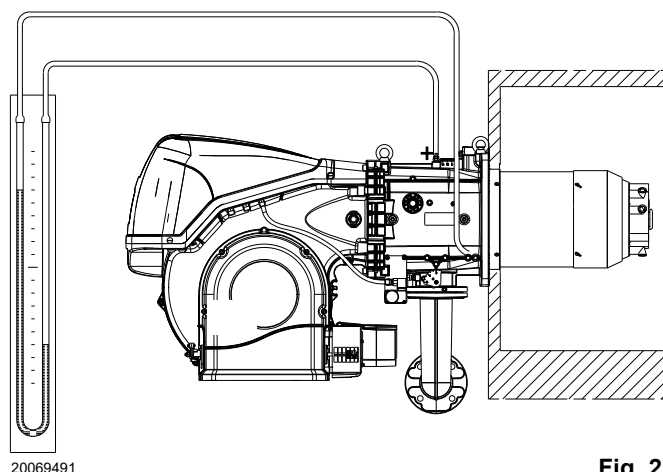

Fig. 28
- Monter un manomètre en U ou un manomètre de type différentiel (Fig. 28), avec prise (+) sur la pression du gaz du manchon et (-) en chambre de combustion.